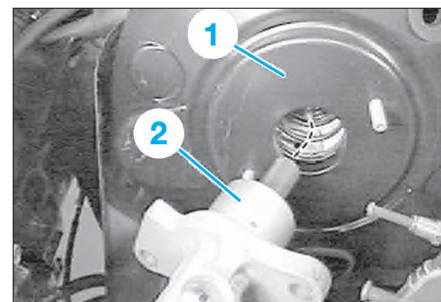

FIG. 16
- au cours de la mise en place du maître-cylindre (2) dans le servofrein (1), faire attention à ce que la tige-poussoir du servofrein soit parfaitement alignée avec le maître-cylindre (Fig.16)